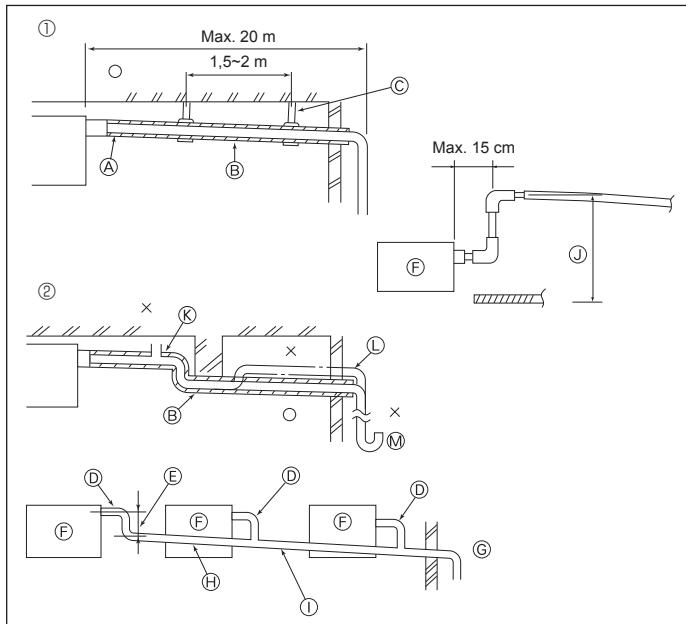

Fig. 3-4
3.4 Anslutning av kondensvattenrör (Fig. 3-4)
- ① Rätt rödragning
- ② Felaktig rödragning